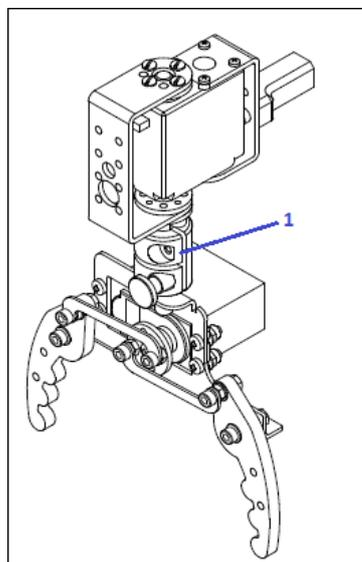

Рисунок 17 – Поворотный модуль инструмента с модулем захвата механического, где 1 – муфта поворотного модуля
- Установите модуль механического захвата в поворотный модуль инструмента. Для этого необходимо ослабить винты на муфте поворотного модуля так, чтобы хвостовик модуля механического свободно вставлялся, вставьте и затяните винты на муфте (Рисунок 17).